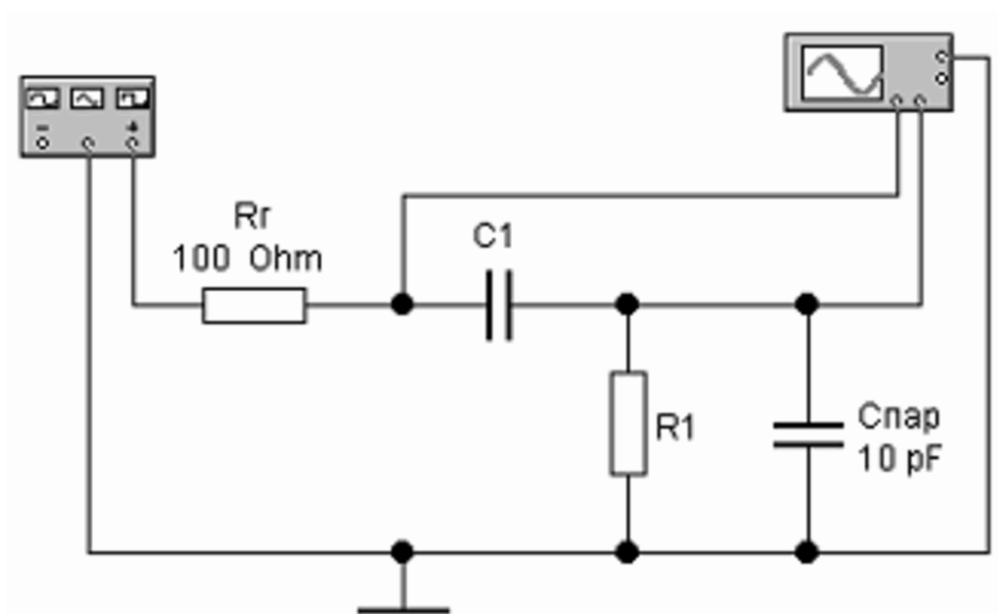

Рисунок 22 – Схема для исследования дифференцирующей RC-цепи.
8. Рассчитать номиналы компонентов R и C дифференцирующей цепи при подаче на ее вход прямоугольного импульса длительностью  $t_{и.вх} = ([\text{Ваш номер по журналу}] + 10)$  мкс. Паразитная емкость на выходе цепи  $C_{пар} = 10$  пФ. Внутреннее сопротивление генератора входного сигнала  $R_{г} = 100$  Ом (см. рисунок 22).